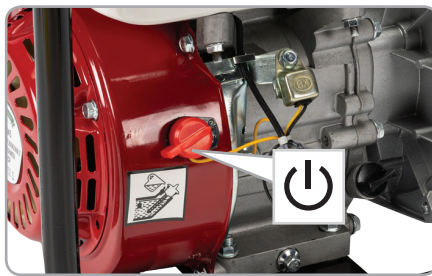

Fig.10
- Treceți maneta supapei de combustibil pe poziția deschis (spre dreapta). Maneta de combustibil deschide sau închide circuitul dintre rezervorul de combustibil și carburator (fig.10).